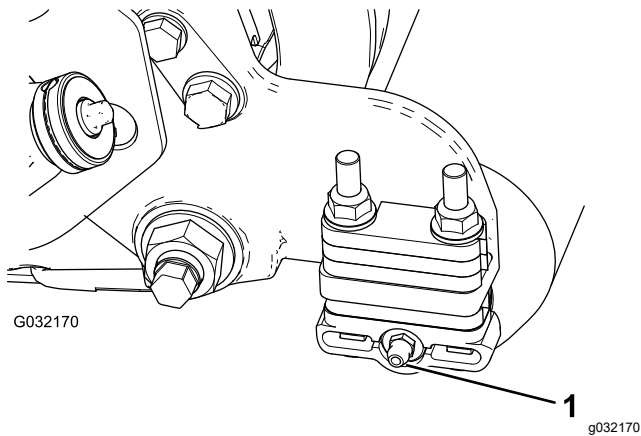

图 2
- 从滚刀组的滚筒刷架一侧拆除滚筒的黄油嘴图 2。
- 安装 90 度黄油嘴使其面向后方图 2。